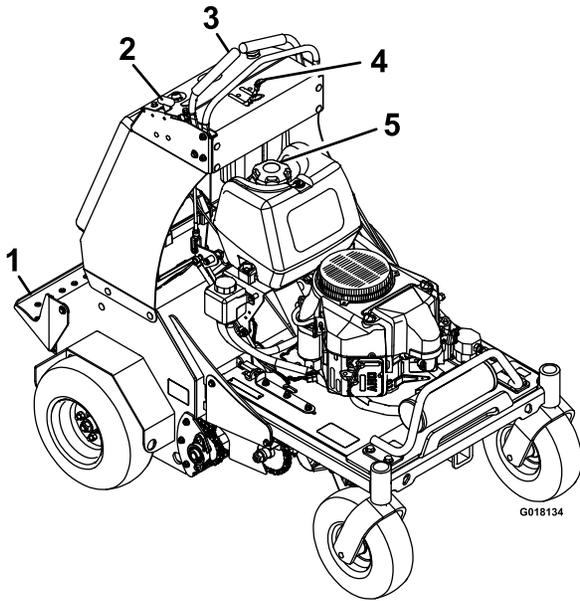

**Bild 5**
9. Entfernen Sie den Splint (bewahren Sie ihn auf), den Lastösenbolzen und den Zylinderanschlag, wie in Bild 5 dargestellt.